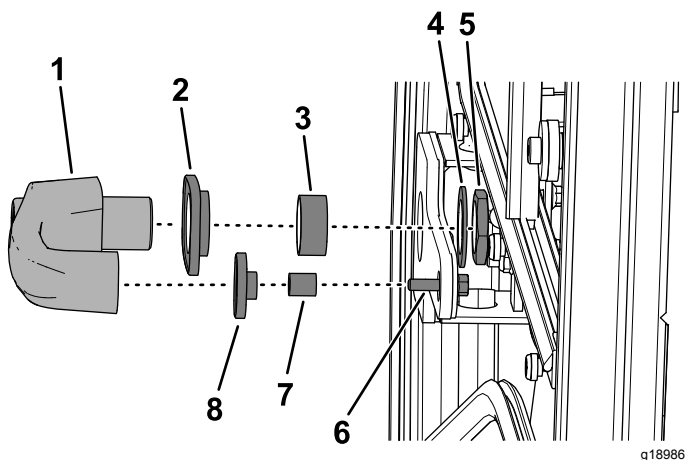

Figura 2
3. Retire la tuerca de montaje, la arandela, el tornillo con arandela prensada (6 x 25 mm), los 2 espaciadores y los 2 anillos de goma del tirador de la puerta, y retire el tirador de la puerta (Figura 2).